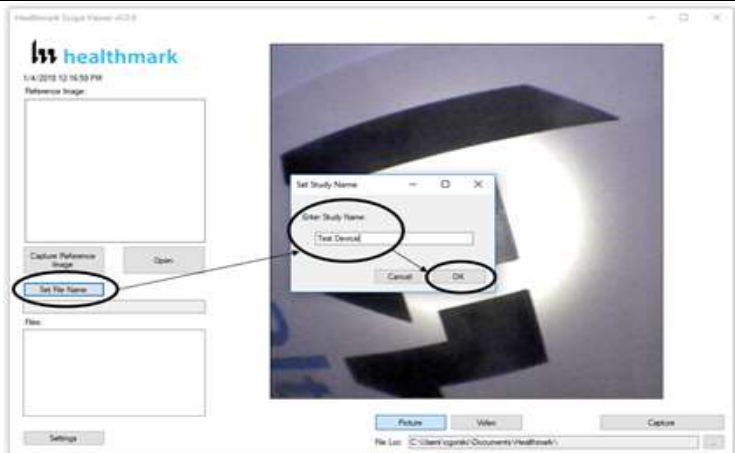

Figure 13
1. Click 'Set File Name' Button. **Fig. 13**